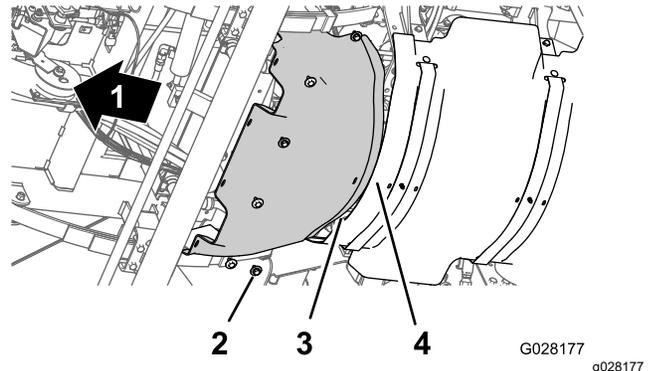

Bild 61
1. Fluchten Sie den hinteren Flansch des vorderen Wärmeschutzblechs über dem vorderen Flansch des hinteren Wärmeschutzblechs aus (Bild 61).
2. Fluchten Sie die Löcher im vorderen Wärmeschutzblech mit den Gewindelöchern im Chassis aus (Bild 61).
3. Befestigen Sie das vordere Wärmeschutzblech mit den sechs Sechskantschrauben und sechs Scheiben (Bild 61), die Sie in Schritt 3 von Entfernen des vorderen Wärmeschutzblechs \(Seite 55\) entfernt haben, an der Maschine.